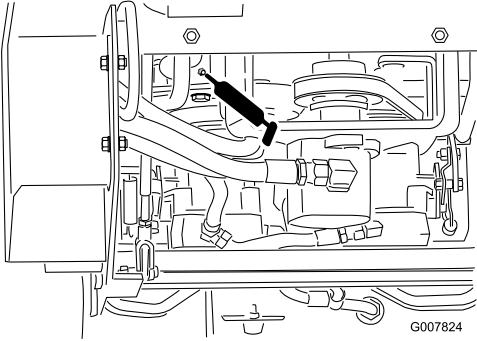

Figure 30
3. Raccordez une pompe à graisse à chaque graisseur (Figure 27 à Figure 30).